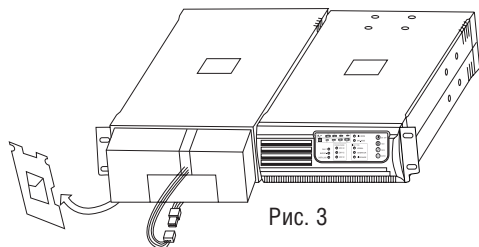

Рис. 3
4. Вытяните батарею на плоскую поверхность.(Рис.3)